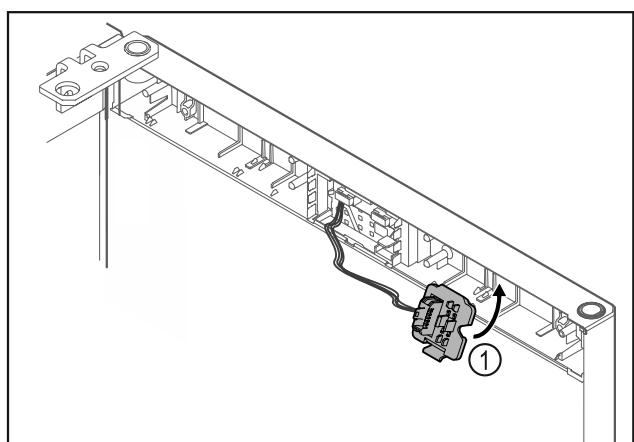

Fig. 12
► Steckerhalterung Fig. 12 (1) auf Gegenseite einrasten.\*